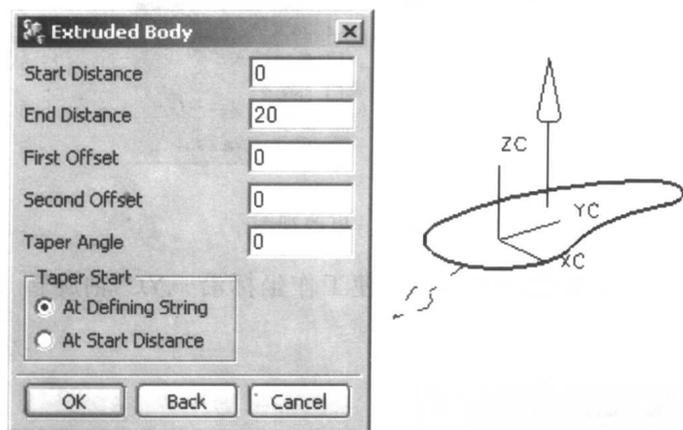

图 1-7 拉伸实体
(1) 生成拉伸实体。利用 Form Feature→Extruded Body 生成拉伸实体，如图 1-7 所示。参数设置如图 1-7 左图所示。